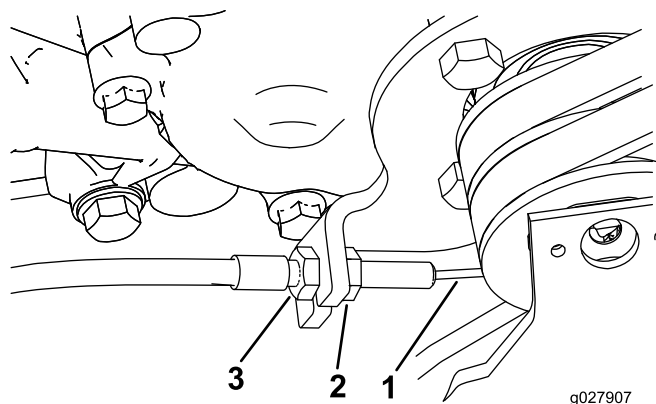

図 43
3. 走行ケーブルの前ジャムナットをゆるめ、後ジャムナット 図 43 を締めてケーブルの張りを出し、2.753.25kgの力で走行コントロールがつかないようにする